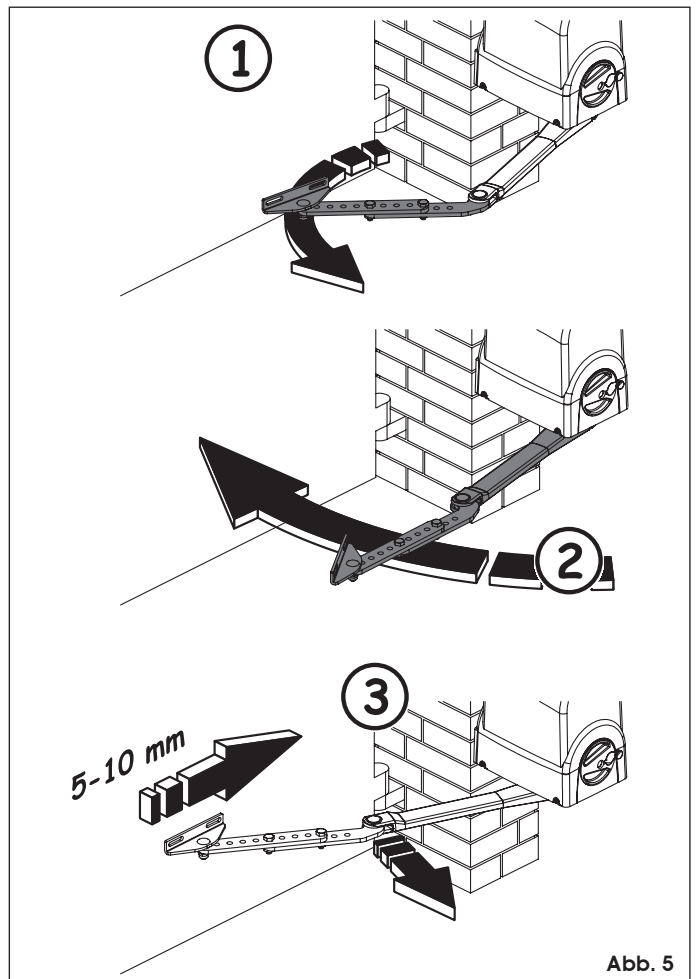

Abb. 5
7. Die beiden Arme ausrichten (Abb. 5, Bez. ①)
8. Beide Arme drehen, bis der vordere Bügel den Flügel berührt (Abb. 5, Bez. ②), sodass die Befestigungsposition ermittelt wird.
9. Den Arm umlegen, den Bügel um 5–10 mm zurückschieben und die Befestigungsposition markieren (Abb. 5, Bez. ③).